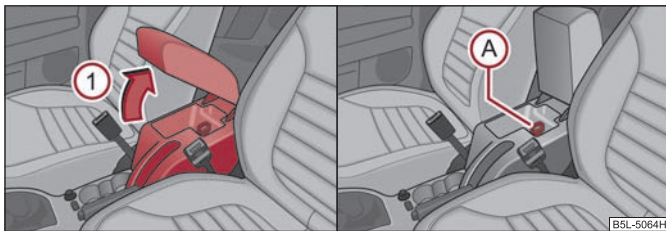

Fig. 101 Apoyabrazos: Compartimento portaobjetos / refrigeración del compartimento portaobjetos
- Abra la tapa del apoyabrazos en el sentido de la flecha ① ⇒ fig. 101.
- Tire del cierre A hacia arriba ⇒ fig. 101.